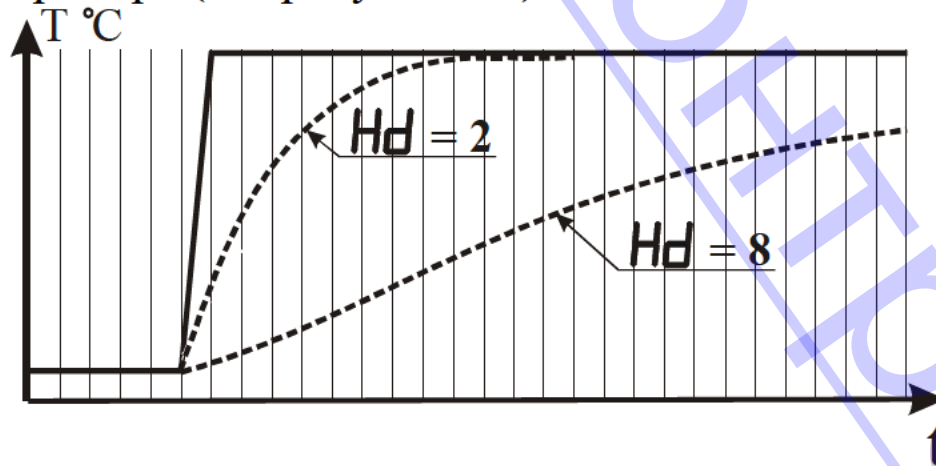

Рисунок 3.9 - Влияние параметра “Время усреднения” на показания прибора при различных значениях параметра Hd
3.3.2.8 Параметр “Время усреднения” указывают в количестве периодов опроса входного датчика ($N_{\text{опр.}}$). Этот параметр позволяет добиться более плавного изменения показаний прибора. Для этого производится вычисление среднего арифметического из последних ($N_{\text{опр.}}$) измерений. При значении параметра равном 0 интегратор выключен. Уменьшение значения времени усреднения приводит к более быстрой реакции прибора на скачкообразные изменения измеряемого параметра, но снижает помехозащищенность прибора (см. рисунок 3.9).